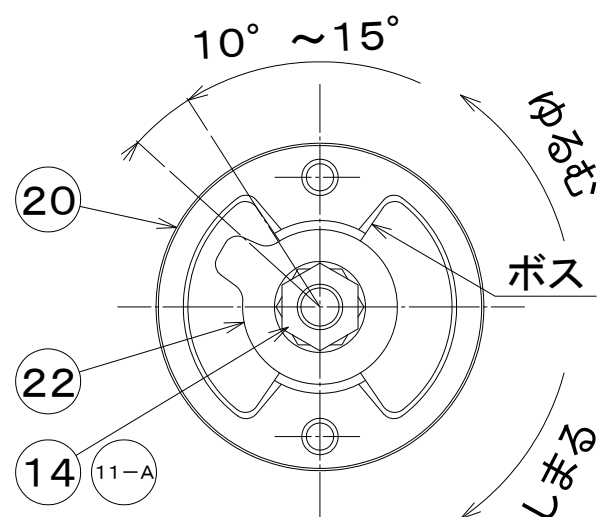

図 17 十二角穴舌付き座金の角度
- ② ハンドルを取り外して、No.56 なべねじ（ばね座金付き）2本を外して、No.25 ハンドルホルダを外します。
- ③ **RST・RSB・ERSB型（ラチェット式）**の場合は、ラチェット機構の分解が必要です。**ST・SB・ESB型、STC・SBC・ESBC型（回転式）**の場合は、この項目③は関係ありませんのでとばしてご覧ください。
- ④ No.26 クラッチシールドプレートも取り外します。
**（RST・RSB・ERSB型（ラチェット式）の場合は、No.26 クラッチシールドプレートは組み込まれていませんので、この項目④をとばしてご覧ください。）**
- ⑤ No.43 なべ小ねじ 5 本を外し、No.10 クラッチカバーを取り外します。
- ⑥ No.47-A 六角ナット(ばね座金付き)、No.46 平座金、No.22 十二角穴舌付き座金の順番に外します。
- ⑦ No.20 クラッチを左に回すとクラッチ部の分解ができます。（17 頁 図 17 参照）
- ⑧ **ストッパの分解**
(図 17 参照)
No.20 クラッチを目一杯しめた状態で、図 17 のようにボスと十二角穴舌付き座金の角度が  $10^{\circ} \sim 15^{\circ}$  になるようにセットしてください。